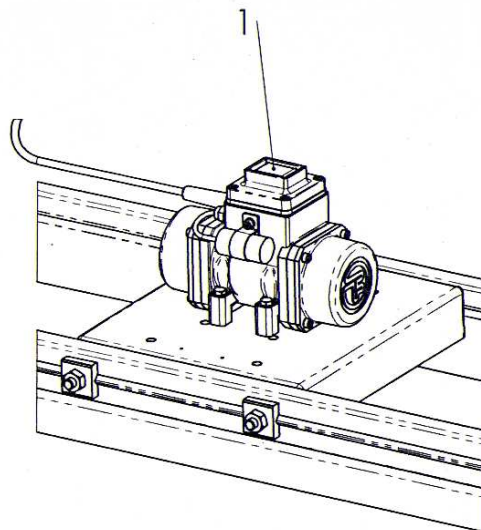

Fig. 1.8-1
- 2º.- Assegurar-se de que a posição do interruptor de arranque, **Pos. 1** situado acima a caixa de conexões do motor está em posição “0”. (Ver Fig. 1.8-1).